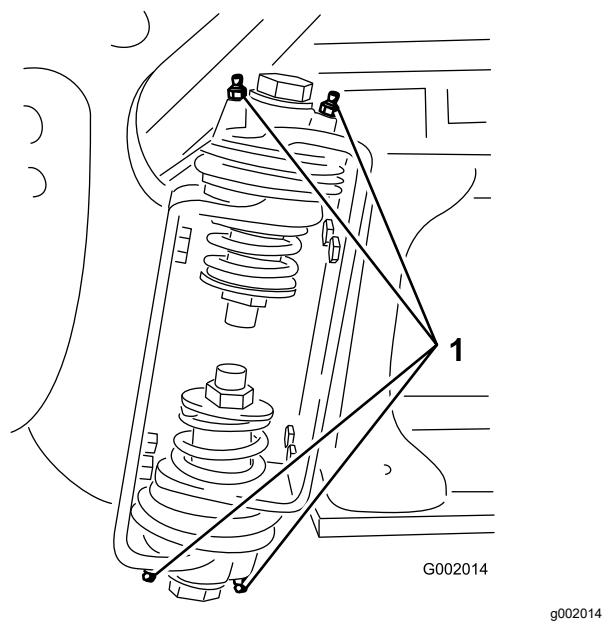

Figura 86
2. Bombee grasa en el cojinete o casquillo de cada punto de engrase Figura 86.